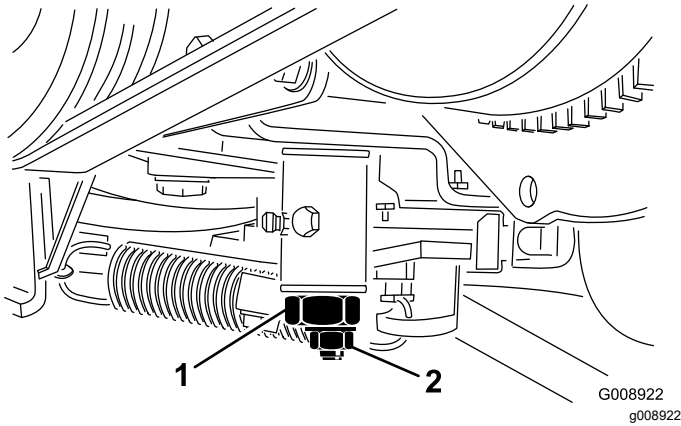

Bild 55
- Lockern Sie die Sicherungsmutter an der Fahrtriebs-Einstellnocke (Bild 55).